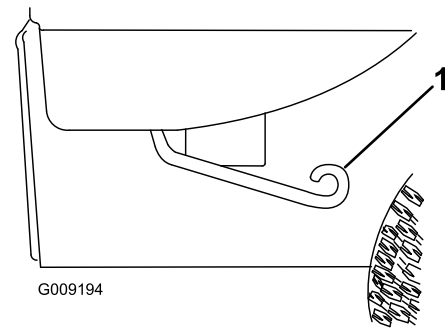

Bild 14
1. Heben Sie den Hebel an beiden Seiten der Ladepritsche an und heben Sie die Ladepritsche an (Bild 14).